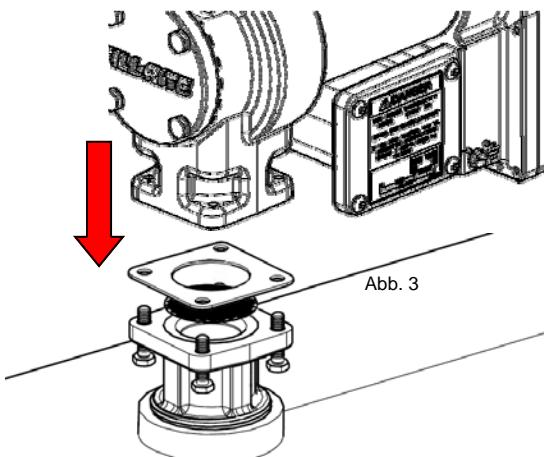

Abb. 3
3. Die Pumpe am Adapter montieren; sicherstellen, dass Dichtung und Sieb eingebaut werden wie dargestellt. (Abb. 3)